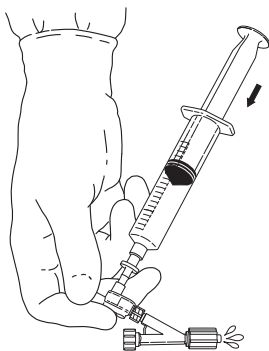

图3
5. 将一个拇指放在注射孔上，排出剩余的空气。将剩余的气泡缓慢地从双向止回阀和 Tuohy-Borst 接头中冲洗出去。(图3)